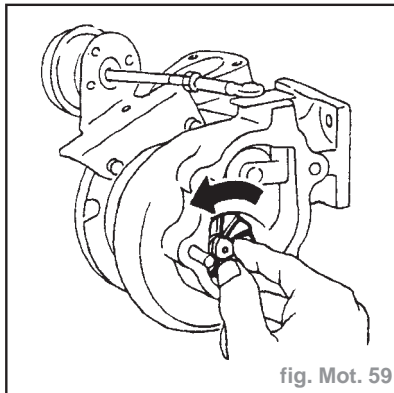

fig. Mot. 59
- Contrôler la rotation de l'arbre de rotor (fig. Mot. 59).